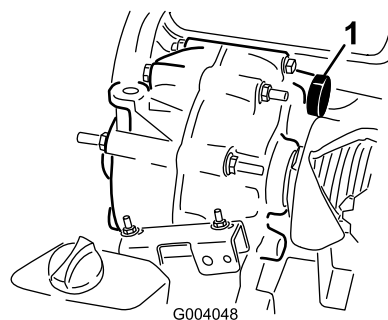
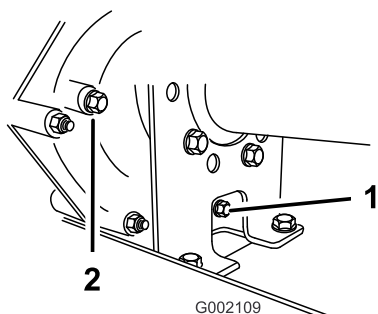

Рисунок 43
Рисунок 42
2. Снимите сливную пробку с правой стороны резервуара (Рисунок 42) и дайте рабочей жидкости стечь в сливной поддон. Когда рабочая жидкость перестанет вытекать, вставьте и затяните пробку.
3. Залейте в резервуар (Рисунок 43) приблизительно 1,4 литра моторного масла SAE 10W30 или так, чтобы уровень масла находился у низа отверстия индикации уровня (Рисунок 42).